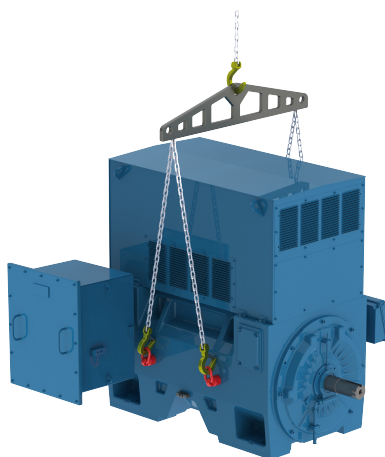

Figura 4.6: Uso de barra separadora en la elevación de motores W60
- Para motores W60, conforme Figura 4.6 de la página 105, es necesaria la utilización de una barra separadora, para mantener el elemento de elevación (corriente, cable, etc.) en el eje vertical y así también evitar daños a la superficie del motor.